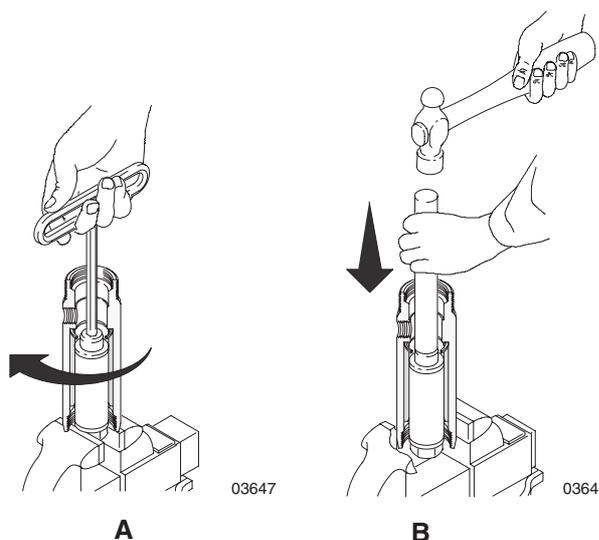

Fig. 11
Fig. 11 (A). **Para las bombas 236533.** Coloque la herramienta de desmontaje de prolongadores en el cilindro con la tuerca de retención grande en la parte inferior. Sujete la tuerca de retención en un torno de banco. Utilice una llave Allen (o una llave de tubo con barra hexagonal), para apretar la tuerca superior girando la llave en sentido horario. De esta forma el cilindro se expande.
Consulte la Fig. 11 (B). Sujete las partes planas del cilindro en un torno de banco. Desmonte la llave Allen (o la llave de tubo con la barra hexagonal). Utilice una varilla y un martillo para golpear y desmontar el prolongador y la herramienta de extracción.